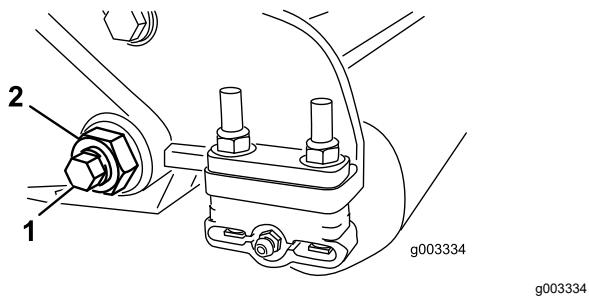
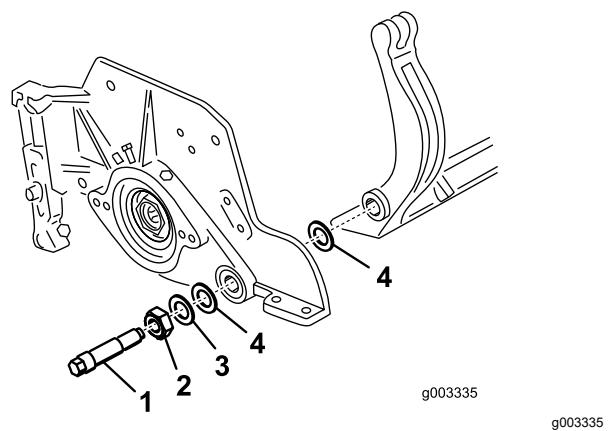

Bild 24
Bild 25
3. Lösen Sie an jeder Seite der Maschine die Sicherungsmutter, mit der die Schraube des Untermesserträgers befestigt ist (Bild 24).
und von der Maschinenschraube entfernt werden kann (Bild 24). Bewahren Sie die zwei Nylonscheiben und die Scheibe aus gestanzten Stahl an jedem Ende des Untermesserträgers auf (Bild 25).
3. Legen Sie eine Nylonscheibe auf jede Seite des Seitenplattenansatzes. Legen Sie eine Stahlscheibe außen auf jede Nylonscheibe (Bild 25).